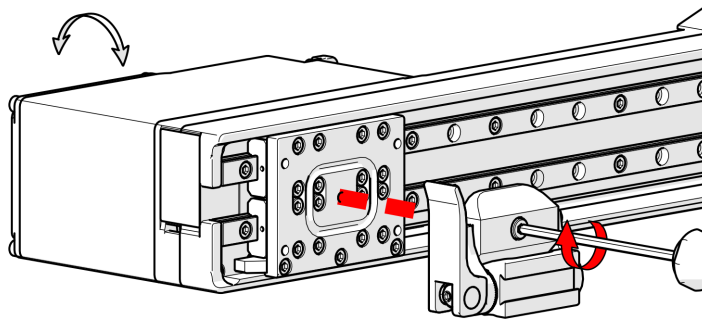

Abbildung 2-56 Befestigen Sie die Schwenknase am Rasterarmwagen.
14. Befestigen Sie die Schwenknase am Rasterarmwagen (siehe Abbildung 2-56 auf Seite 85).